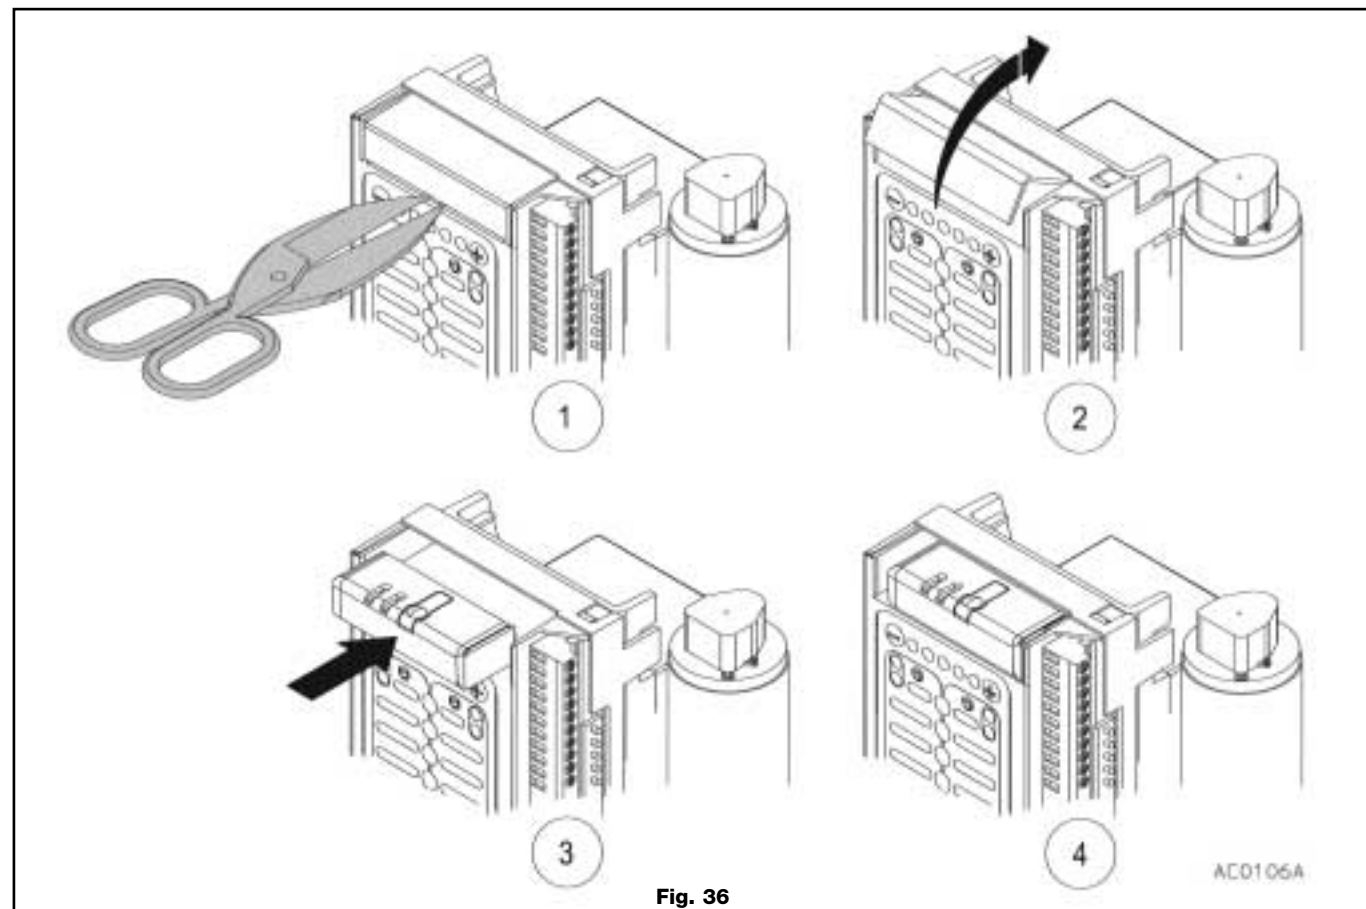

Fig. 36
- Retirer la petite porte (fig. 36) d'accès aux connecteurs, dans la partie haute de l'unité de contrôle.
- A l'aide d'un paire de ciseaux ou d'un cutter, couper les 3 secteurs plastique qui retiennent la porte (1 fig. 36).
- Plier la porte à l'arrière (2 fig. 36) jusqu'à ce qu'elle se sépare de l'unité de contrôle.
- Introduire le récepteur radio (3 fig. 36) en faisant attention à ne pas plier les broches